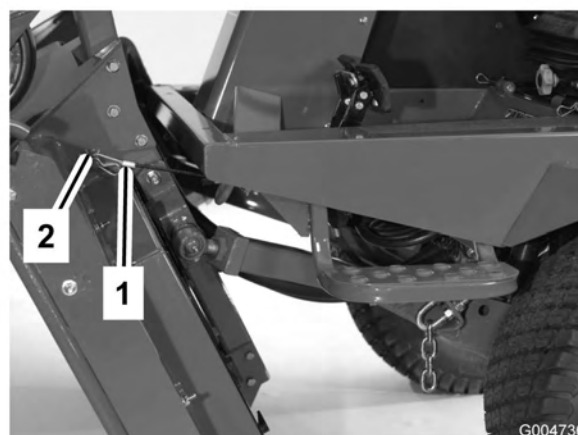

Figura 76
6. Mantenha a unidade na vertical, coloque a extremidade do cabo sobre o pino no braço de elevação da unidade de corte e fixe com o pino de segurança (Figura 76).